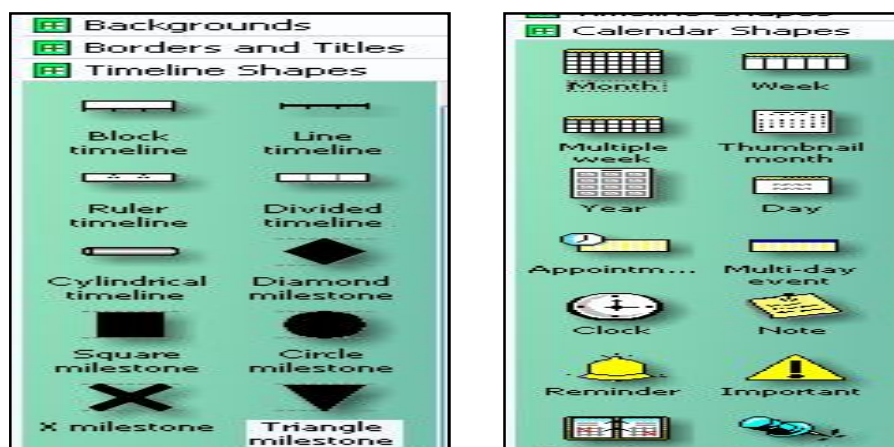

Рис. 86. Добавление групп **Timeline Shapes** и **Calendar Shapes**
3) Продолжаем форматирование: добавить стрелку-финиш (*Show Finish Arrowhead*), изменить размер, цвет текста (**Format -Text**) и заливку фигуры (**Format- Fill**). Добавить шейпы-маркеры из групп **Timeline Shapes** и **Calendar Shapes** (рис. 86).